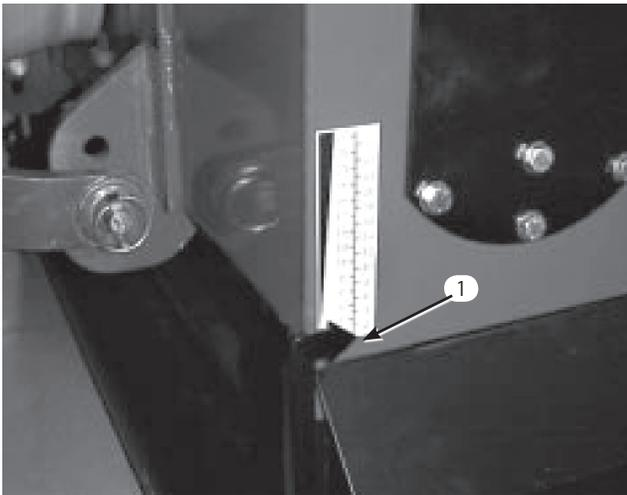

図22
- B. エアレータのローラが着地していること、深さ設定が希望通りであることを確認する(図22)。